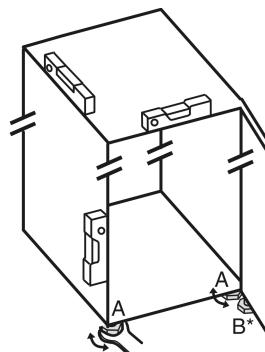

Fig. 2
- Stellfüße Fig. 2 (A) mit beiliegendem Gabelschlüssel und mit Hilfe einer Wasserwaage herausdrehen, bis das Gerät fest und ebenstehend ausgerichtet ist.
► Stellfuß Fig. 2 (B) am Lagerbock mit beiliegendem Gabelschlüssel herausdrehen, bis er auf dem Boden aufliegt.
► Stellfuß Fig. 2 (B) um 90° weiter drehen.